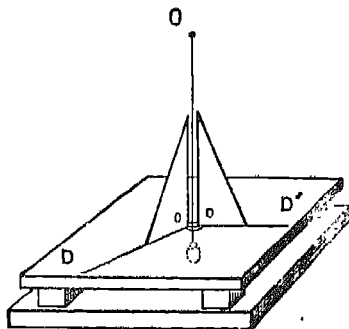

Fig. 4. — La planche supérieure est horizontale parce que les deux droites D et D', tracées sur cette planche sont toutes deux horizontales.
*Expérience 1.* — Voici une planche à dessin bien plane (fig. 4). Elle a été percée d'un trou, pour laisser passer un fil à plomb.